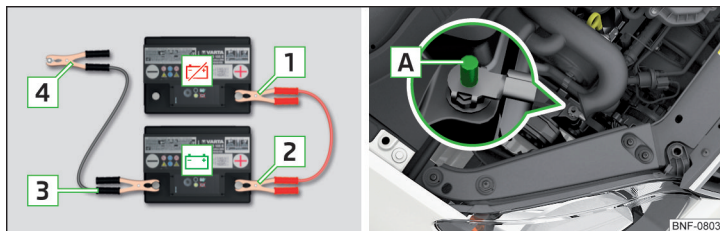

Fig. 157 Ayuda de arranque: - batería descargada, - batería que suministra corriente / punto de masa del motor en el sistema START-STOP
- En vehículos **con** el sistema START-STOP, fijar el borne **4** en el punto de masa del motor **A** » **fig. 157.**